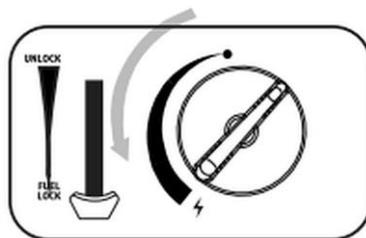

Fig. 9
1. Em seguida, rode o regulador rotativo (17) completamente para a esquerda para a posição de ignição (18) e mantenha-o durante alguns segundos nesta posição até a ignição clicar. (Fig. 9)